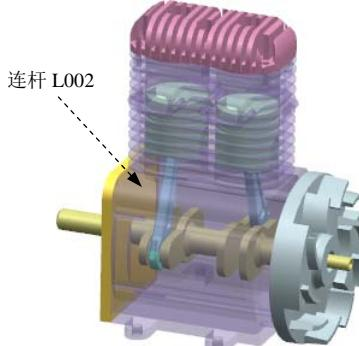

图 10.4.3 定义连杆 L002
(2) 定义连杆 L002。选取图 10.4.3 所示的零件为连杆 L002，在“连杆”对话框中单击 **应用** 按钮。